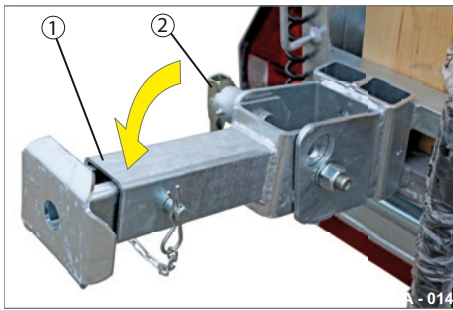

Abb. 4 Klappstütze ausgeklappt
- ▶ Klappen Sie die Klappstütze (Abb. 4/1) ab.
- ▶ Lassen Sie den Federriegel (Abb. 4/2) los. Der Federriegel arretiert sich selbstständig, wenn die Klappstütze komplett ausgeklappt ist.